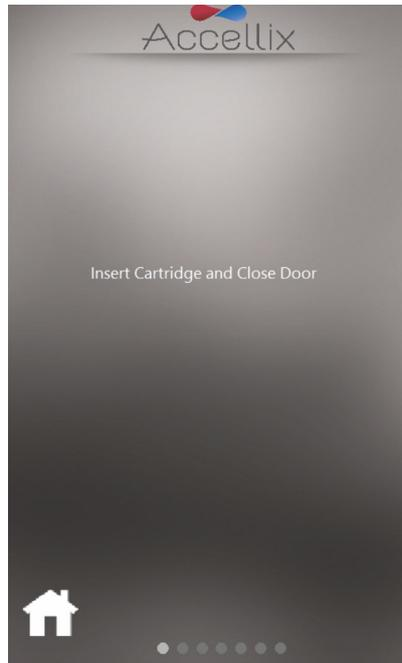

Figure 35 : écran Insérer une cartouche
**Remarque** : à partir de là, les points gris mis en surbrillance au bas de l'écran indiquent l'étape en cours de la procédure de test. (Voir la Figure 35).
4. Lorsque l'instrument vous y invite (Figure 35), ouvrez la porte en appuyant à l'angle avant droit de la porte et en relâchant. Insérez ensuite la cartouche dans l'instrument en l'enfonçant à l'aide de la poignée supérieure. Lorsque la cartouche est insérée, poussez un peu plus la poignée sur le côté droit jusqu'à ce que vous entendiez et sentiez un clic, afin de vous assurer que la cartouche est insérée à fond dans l'unité de traitement des cartouches de l'instrument.